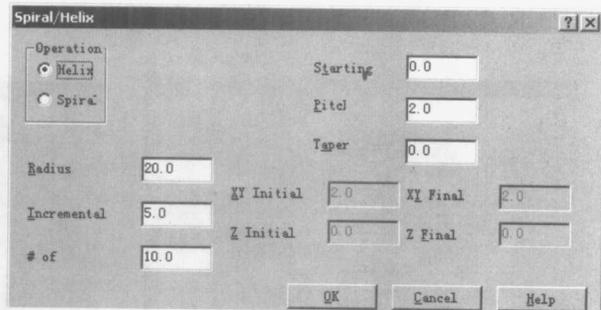

图 1-14
(13) 螺旋线功能的改进, 选择 Spiral/Helix (盘形螺旋线/螺旋线) 选项, 打开 Spiral/Helix (盘形螺旋线/螺旋线) 对话框, 如图 1-14 所示, 可选用不同操作类型和参数, 得到不同的螺旋线。